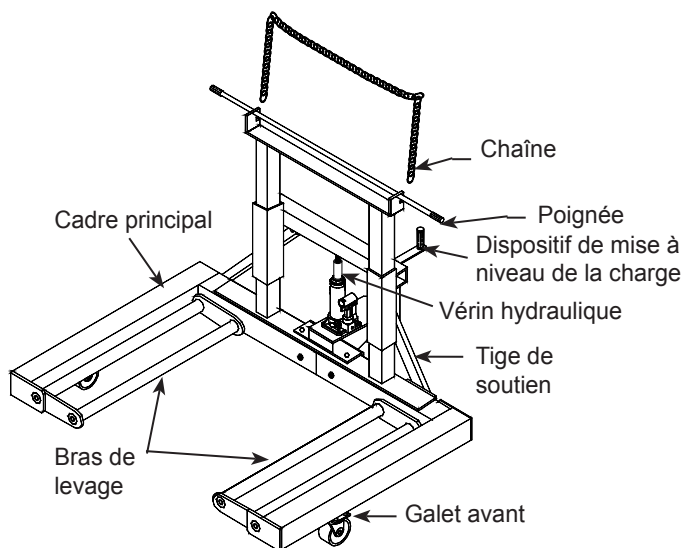

Figure 2 : Composants du chariot porte-roues 47053
**Assemblage 47053** (voir les figures 2 et 4)
1. Fixez les galets de 3,5 po (1) au cadre principal gauche et au cadre principal droit (2 et 3) avec des boulons et des rondelles (4).
2. Fixez les galets de 5 po (5) au support arrière (6) avec des boulons, des écrous et des rondelles (7).
3. Insérez le cadre principal gauche (2) dans le cadre principal droit (3)
4. Fixez le support vertical (8) et le support arrière (6) à l'assemblage du cadre principal (2 et 3) à l'aide de deux boulons et écrous (9) et de quatre boulons, rondelles et écrous (10).
5. Fixez les tiges de soutien (11) aux oreilles de montage du cadre principal et du cadre vertical en utilisant des boulons, rondelles et écrous (12).
6. Fixez le vérin (13) à l'assemblage vertical (8).
7. Insérez la poignée du dispositif de mise à niveau de la charge (14) dans le support arrière (6) à l'aide d'une goupille et d'une goupille fendue (15 et 16).
8. Fixez la chaîne (17) à l'assemblage vertical.